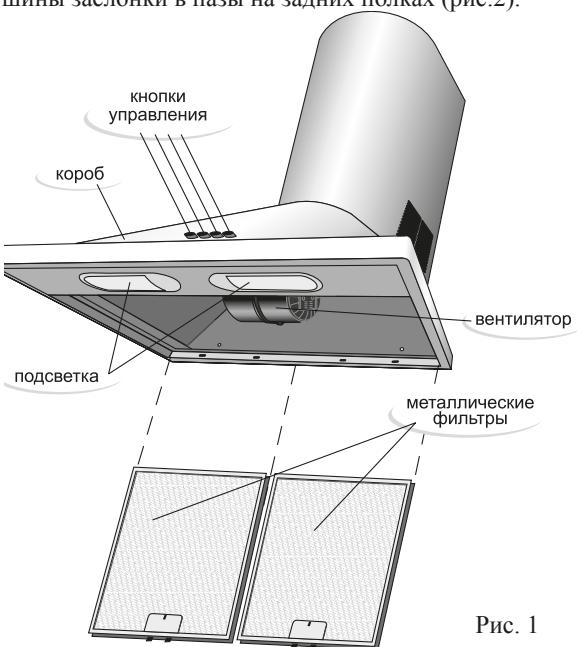

Рис. 1
5.1 Внутри короба воздухоочистителя (рис.1) располагаются вентилятор и узел подсветки. Снизу короб закрывается металлическим фильтром. На передней поверхности короба расположены кнопки управления работой воздухоочистителя. В верхней полости короба воздухоочистителя (рис.5) находится фланец для отвода очищенного воздуха.